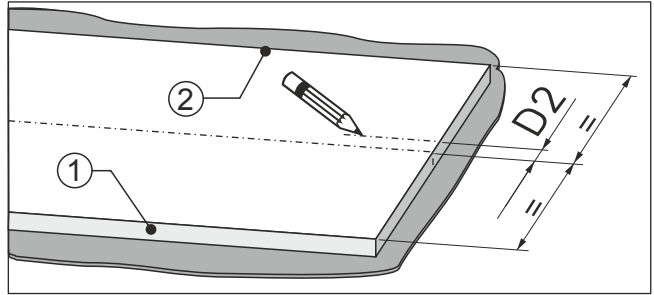

Fig. 91
- Mål fra midten av møbelfronten målet Fig. 91 (D2) i retning av dørstoppsiden Fig. 91 (2).